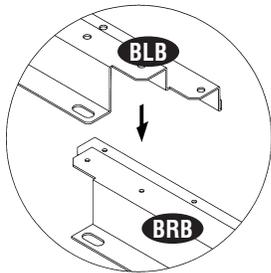

Fig.1
3. Acople la barra base trasera izquierda (BLB) con la barra base trasera derecha (BRB) utilizando cuatro tornillos de 10 mm (S1). Vea fig. 1 & 2.